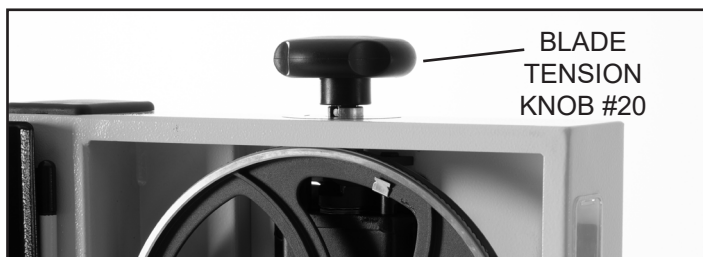

FIGURE 8
1. Placez la poignée de tension de la lame (#20) sur l'extrémité de la tige de tension (#21) située en haut du cadre. FIG. 8. Voir la page 14 pour les ajustements de tension de la lame.